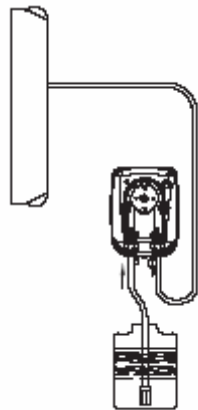

Fig. 5
**в.** – Расположите насос, как показано на рис. 5, учитывая, что его можно устанавливать, как выше, так и ниже уровня дозируемой жидкости, при этом перепад уровней не должен превышать 2-х метров. Не устанавливайте насос над емкостью с химическими препаратами, выделяющими большое количество паров, за исключением случаев, когда емкость герметично закупорена.